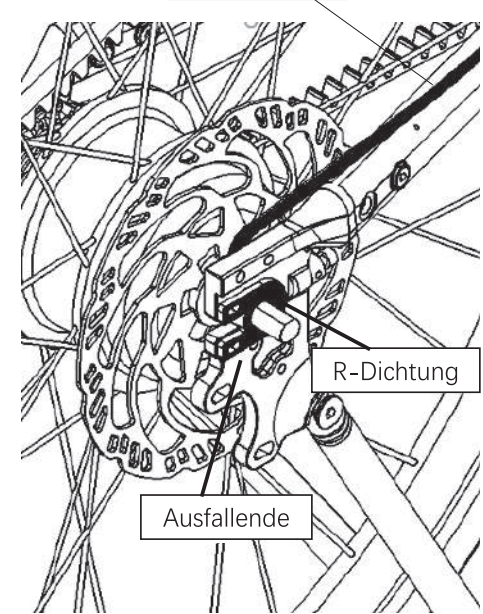

Abb. 33
h. Suchen Sie in der Zubehör-Box vier Schrauben M4x12 für die R-Dichtung und verwenden Sie dann einen 3mm-Inbusschlüssel, um die R-Dichtungen am linken und rechten Ausfallende zu befestigen. Die Öffnungs-richtung der R-Dichtung ist die gleiche wie die des Ausfallendes, und die Prägerichtung der R-Dichtung liegt nahe am Ausfallende, wie in Abb. 33 gezeigt.